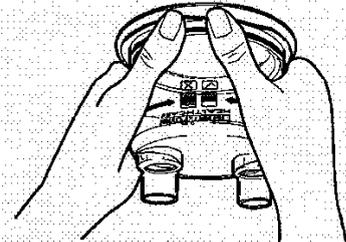

Abb. 5 Abnehmen des Kammerbodens.
3. Trennen Sie den Kammerboden von der Kammeroberseite (siehe Abb. 5).